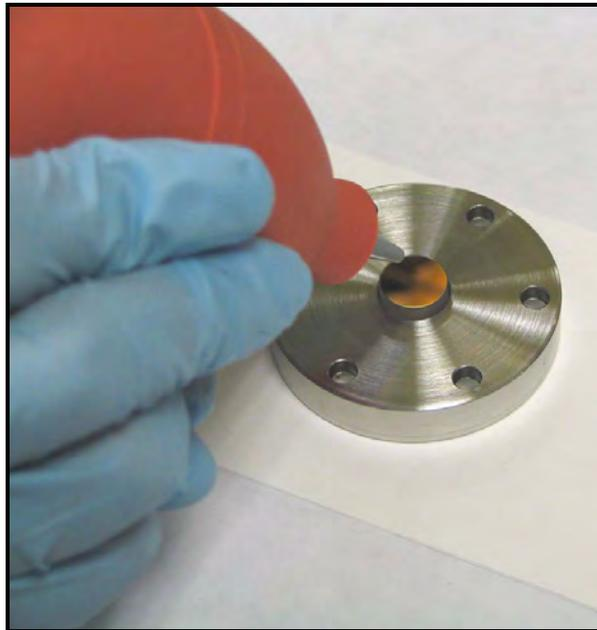

Figura 76: Assoprando Ar para cima do Espelho
6. Se o espelho estiver contaminado, o primeiro passo ao limpá-lo é utilizar os ventiladores para assoprar qualquer substância particular na superfície do espelho. Coloque a montagem do espelho em uma superfície plana e sobre repetidamente o ventilador para forçar o ar limpo e seco para cima da superfície do espelho (ver Figura 76).